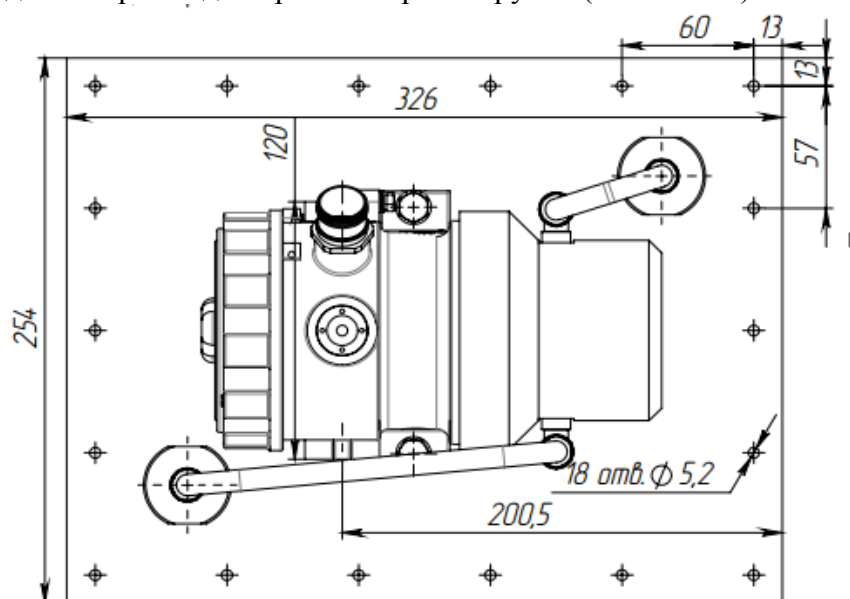

Рисунок 10 – Габаритные размеры (в миллиметрах)
- Для крепления монтажной плиты необходимо просверлить восемнадцать отверстий и два отверстия для пробоотборных трубок (см. Рис. 10).